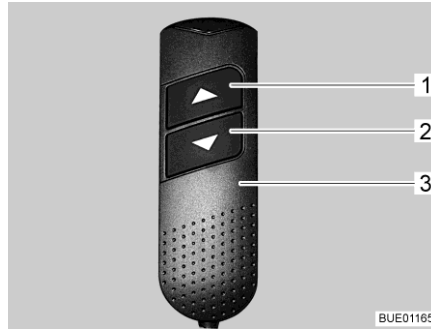

Bild 114 Handbedienteil
- Einfahren:* ■ Am Handbedienteil (Bild 114,3) Taste "▼" (Bild 114,2) drücken und gedrückt halten. Das Fußteil wird eingezogen. Die Kopfteile werden angehoben.
- Ausfahren:* ■ Am Handbedienteil (Bild 114,3) die Taste "▲" (Bild 114,1) drücken und gedrückt halten. Das Fußteil wird ausgefahren. Die Kopfteile werden abgesenkt.
- Kopfteile einstellen:* ■ Am Handbedienteil (Bild 114,3) die Tasten "▼" (Bild 114,2) bzw. "▲" (Bild 114,1) so lange drücken, bis die gewünschte Position erreicht ist. Die Kopfteile bleiben in der gewünschten Position.